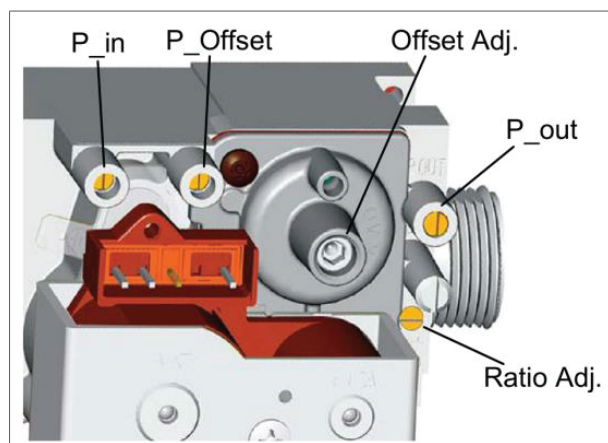

Figure 22 - Composants principaux de la vanne de gaz
La vanne de gaz comporte deux vis de réglage (figure 22) :
**DANGER !** Mesurer systématiquement la production d'oxyde de carbone de l'aérotherme. Une concentration de CO anormalement élevée indique généralement un mélange de gaz trop riche. Si nécessaire ajuster la richesse du mélange à l'aide des deux réglages (figure 22). La concentration de CO doit toujours être inférieure à 100 ppm.